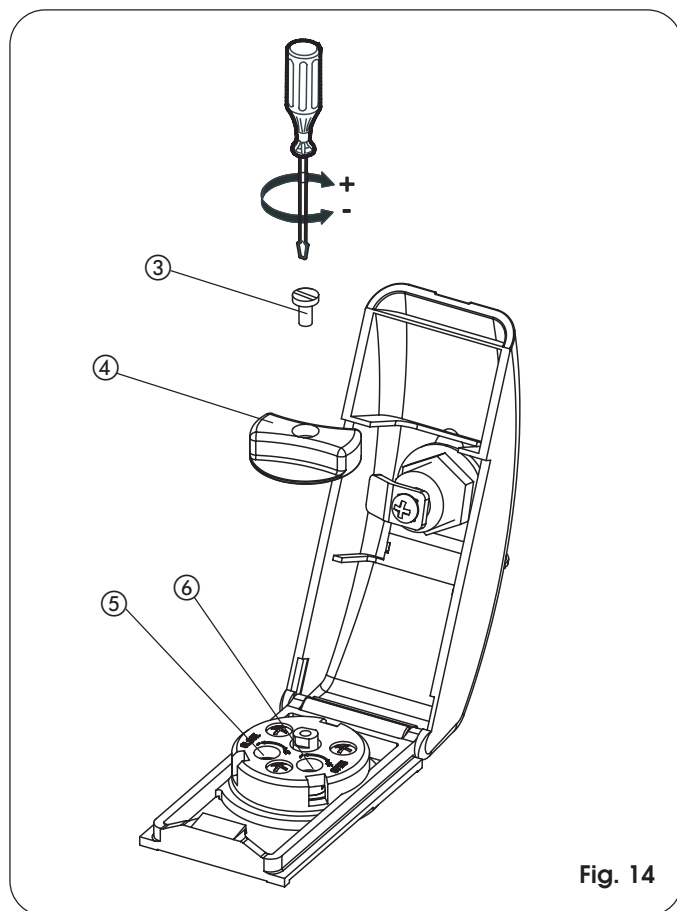

Fig. 14
- Sollevare la copertura (Fig. 14).
- Svitare la vite (Fig. 14, rif. ③) che fissa la manopola, e sfilare la manopola stessa (Fig. 14, rif. ④).
- Agire sulle viti di regolazione della forza (By Pass) (Fig. 14, rif. ⑤ e ⑥) presenti sull'operatore.
- Al termine della regolazione riposizionare la manopola (Fig. 14, rif. ④) riavvitando la vite (Fig. 14, rif. ③).